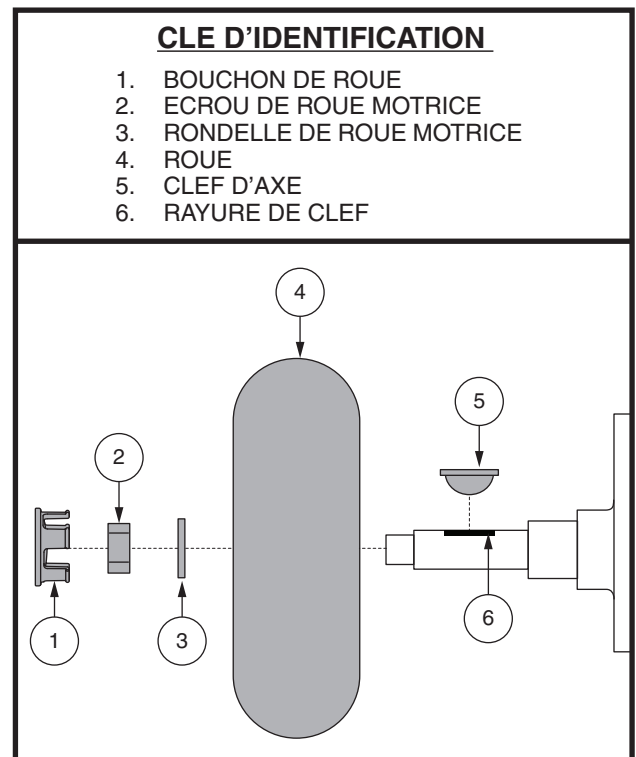

Figure 29. Enlèvement de la roue motrice
3. Enlever le bouchon de roue, l'écrou et la rondelle de roue motrice sur l'essieu. **Voir la figure 29.**
4. Retirer les écrous de la roue motrice de la moyeu. **Voir la figure 29.**